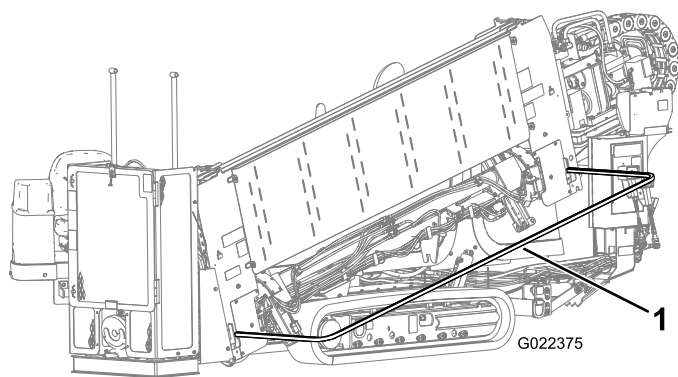

Рисунок 76
4. Опустите штангу для защиты пешеходов и закрепите ее на месте (**Рисунок 76**).